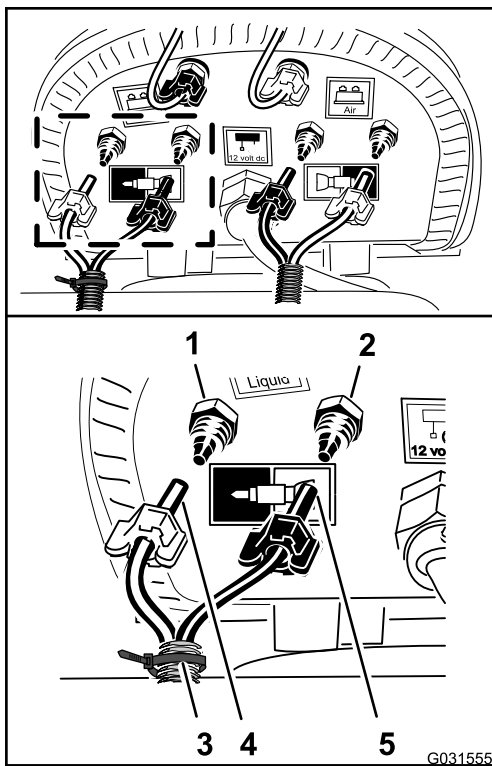

图143
- 使用在 为泡沫标记喷嘴准备新管子总成 (页码 11) 的步骤 9 中准备的扎带连接管子将右喷洒段的蓝色管子与右喷洒段供水回路的压紧接头对齐 图143。
- 将用于管子的压紧螺母安装到接头然后用手拧紧螺母 图143。
- 将右喷洒段的透明管子与右喷洒段空气回路的压紧接头对齐 图143。